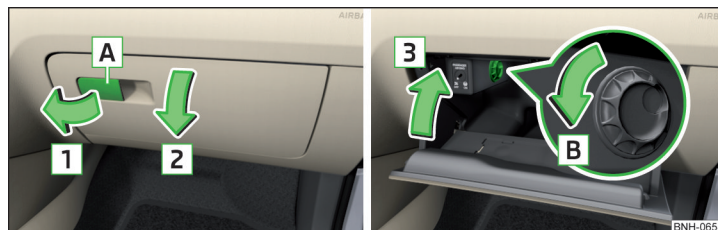

Fig. 86 Deschiderea/închiderea compartimentului de depozitare și deschiderea admisei aerului
- Pentru **deschidere** trageți mânerul **A** în sensul săgeții **1** și rabatați capacul în sensul săgeții **2** » fig. 86.
- Pentru **deschidere**, rotiți butonul rotativ în sensul săgeții **B** până la limită » fig. 86.